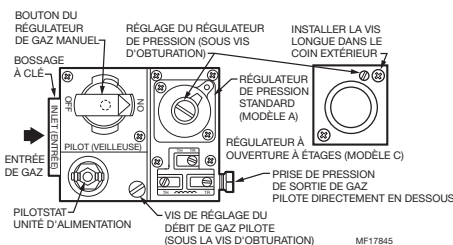

Fig. 3. Vue de dessus des modèles à capacité standard.
2. Monter le régulateur de façon à ce que l'entrée de gaz soit du côté comportant le bossage à clé en saillie. Voir les Fig. 3 et 4.
6. Connecter le tuyau ou le coupleur à l'entrée et à la sortie du régulateur. Pour serrer les connexions d'entrée et de sortie, utiliser une clé sur le bossage à clé uniquement. Voir les Fig. 3 et 4. Si le tube est utilisé, connecter le tube au coupleur.
3. Dévisser le raccord de compression en laiton de la sortie de gaz pilote (Fig. 3 et 4). Selon le modèle du régulateur de gaz, le raccord fourni peut être destiné à des tubes de 1/8 po ou 1/4 po. Faire glisser le raccord par dessus le tube et le dégager.
- Avec le brûleur principal en fonctionnement, vérifier le débit de sortie du régulateur de gaz à l'aide du compteur à gaz ou de la pression de sortie à l'aide d'un manomètre connecté à la prise de pression de sortie du régulateur. Voir les Fig. 3 et 4.